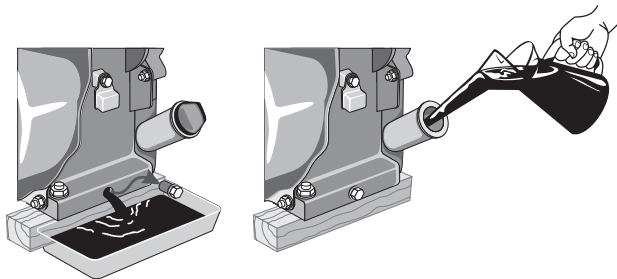

Рисунок 11. Схема заміни моторного мастила.
6.3.1. Порядок заміни моторного мастила (рис. 11):
4. Відкрутити пробку отвору для зливу мастила з картера (рис. 11).